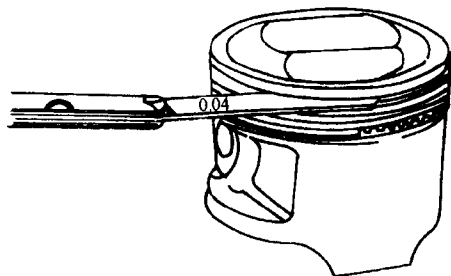

图 1-5 检查活塞环侧隙
(2) 活塞销外径。活塞销外径的标准值为 $\phi 14.99^{+0.01}_0$ mm, 维修极限值为 $\phi 14.96$ mm。检查结果小于极限值时应更换活塞销。
(3) 活塞销孔内径。活塞销孔内径的标准值为 $\phi 15^{+0.001}_0$ mm, 维修极限值为 $\phi 15.04$ mm, 检查结果大于极限值时应更换活塞。
(4) 活塞环侧向间隙和开口间隙。活塞环侧向间隙的标准值: 顶环为 0.03~0.05 mm, 第二道环为 0.02~0.05 mm, 其维修极限值均为 0.1 mm, 其检查方法如图 1-5 所示。